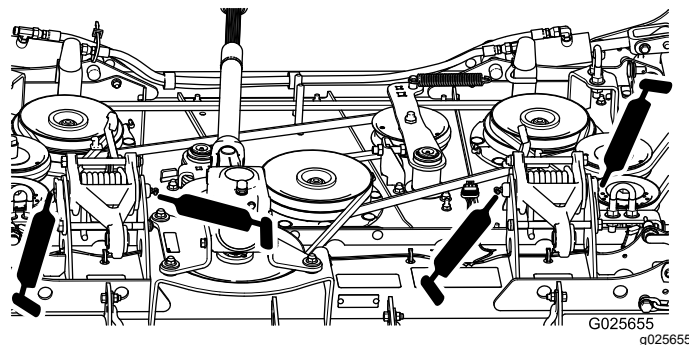

Рисунок 16
- Тяговые звенья дек (5 мест) (Рисунок 16)